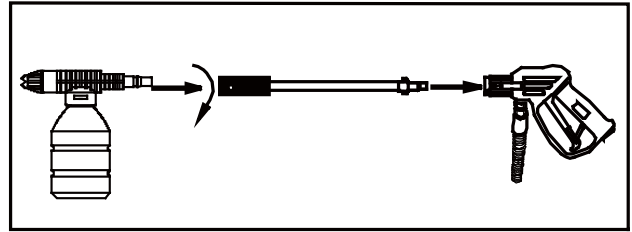

Рисунок 8 — Приєднати аплікатор до пістолета
4. Приєднайте до пістолета аплікатор. (див. рис. 8)